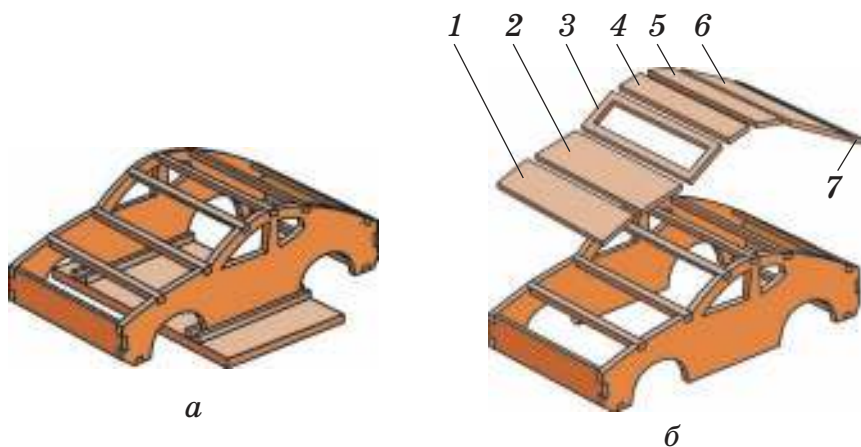

Рис. 56. Каркас кузова:
При склеивании в пазы наносят клей ПВА. Каркас кузова плотно сжимают при помощи шнура и дают ему высохнуть в сжатом состоянии (рис. 56, а).
готовленные из картона толщиной 1 мм (рис. 56, б). В опорной вставке 3 прорезается прямоугольное отверстие под лобовое стекло, размеры которого показаны на рисунке 57.
6. Соберите каркас кузова, закрепите его при помощи шнура и уберите остатки клея (см. рис. 56, а).
7. Сделайте из картона опорные вставки и установите их на клей ПВА в каркас кузова (см. рис. 56, б; 57).